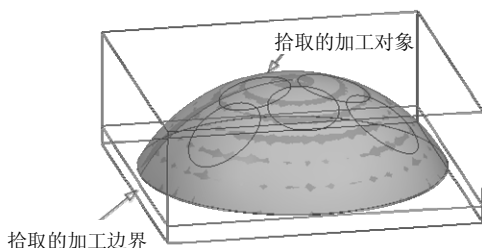

图 5-14 拾取的加工轮廓
1) 完成加工参数设置后，单击“确定”按钮，系统在界面的左下方提示“拾取加工对象”，直接拾取球形曲面的表面，拾取的表面立即变为红色，单击右键结束拾取。系统提示“拾取加工边界”，直接拾取如图所示的加工边界，单击右键结束拾取即可，如图 5-14 所示。